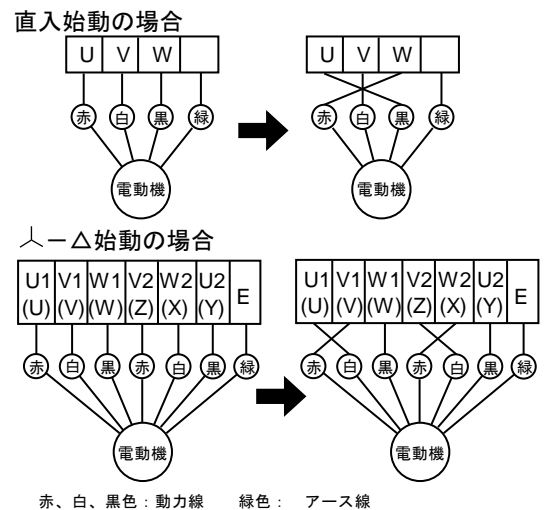

図 7
- 2) 次に回転方向を確認してください。ポンプを運転し、吐出し量が少なく異常音を発する場合は逆回転ですから、三相のうち二相を入れ替えてください。(図 7 参照)